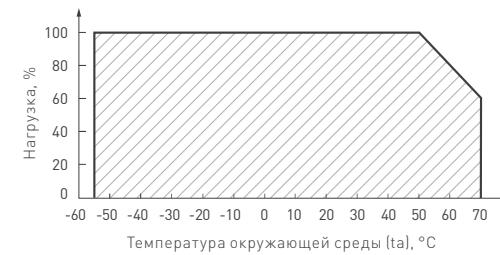

Рис. 2. Максимальная допустимая нагрузка, % от мощности источника
- 4.4. Не нагружайте источник питания более чем на 80% от его максимальной мощности. Учитывайте, что с повышением температуры окружающей среды максимальная мощность источника питания снижается, см. график зависимости максимальной допустимой нагрузки на источник питания от температуры окружающей среды на рис. 2.